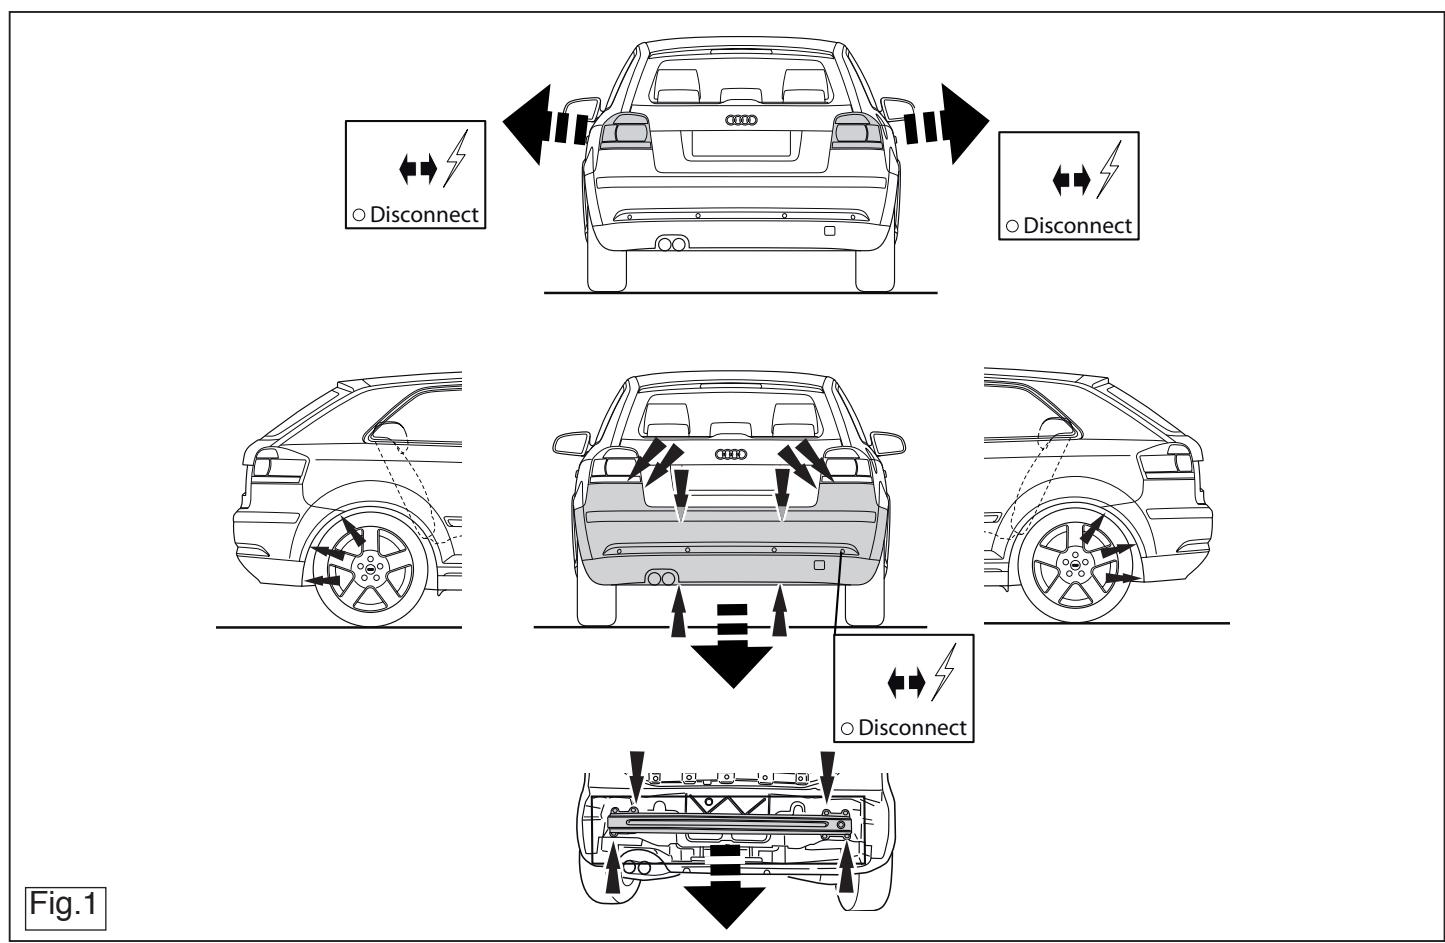

Fig.1
2. Remove the bumper. See figure 1.
2. Die Stoßstange abmontieren. Siehe Abbildung 1.
2. Démonter le pare-chocs. Voir la figure 1.
2. Снять бампер. См. рисунок 1.